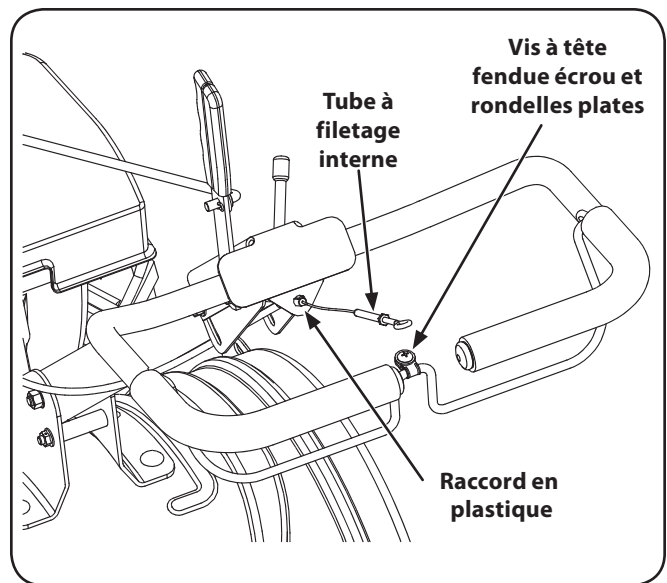

Figure 3-3
3. Faites passer le câble dans le trou au milieu du guidon et insérez-le dans le raccord en plastique. Voir la Figure 3-3.